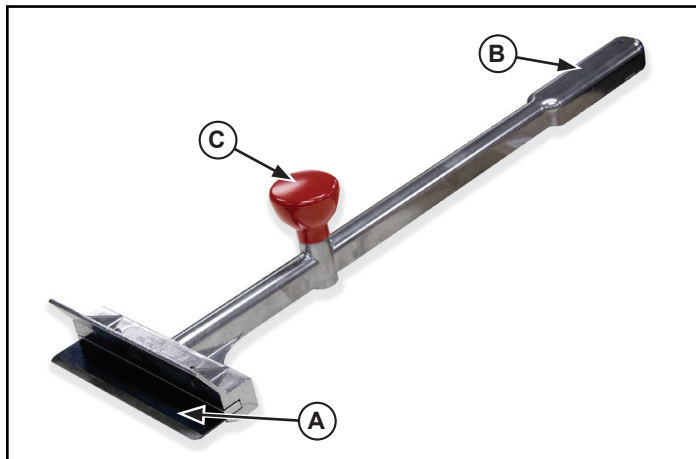

Figura 1. Características y controles
2. Con una mano en el mango (B) y la otra en la perilla (C), coloque el raspador Grill Tender® en la superficie de la parrilla. Consulte la Figura 1. Raspe las partículas de alimentos carbonizados de la superficie de la parrilla realizando un movimiento firme de adelante hacia atrás.